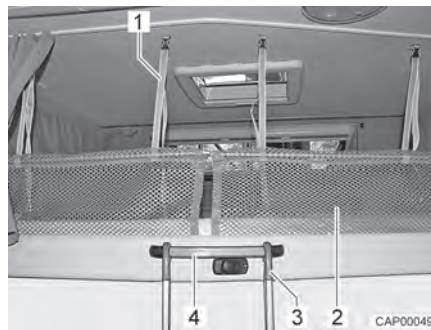

Bild 77 Stege och skyddsnät
- Haka fast stegen (Bild 77,3) med båda byglarna i handtaget (Bild 77,4) på den höjbara sängen.
**Skyddsnät** Skyddsnäten (Bild 77,2) med fästremmarna befinner sig under madrassen. Skyddsnäten ska först monteras när personerna som ska sova där befinner sig på den höjbara sängen.
- Haka fast fästremmarna (Bild 77,1) i hållarna i taket.